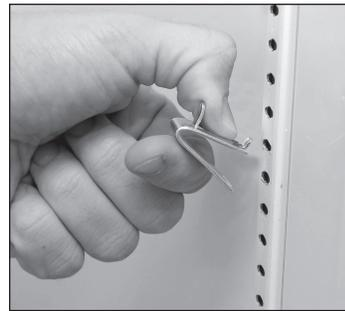

Fig. 1 Installazione della linguetta superiore della clip della mensola
1. Installare le staffe della mensola nei rispettivi supporti della mensola. Si veda la fig. 1